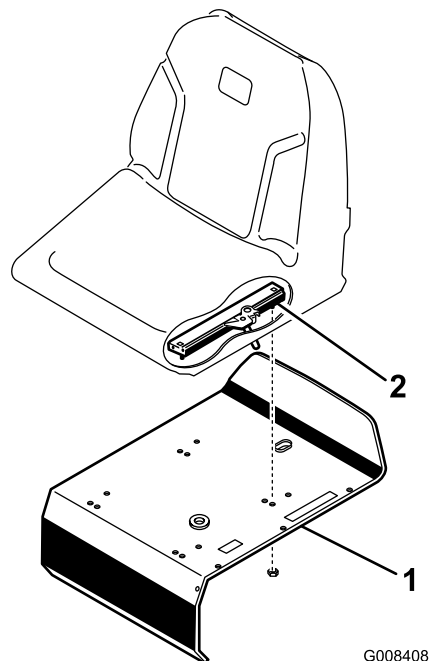

図 3
- 付属部品に入っているロックナット (5/16 インチ.) (図 3) を使って、シートスライドをシートサポートに固定する